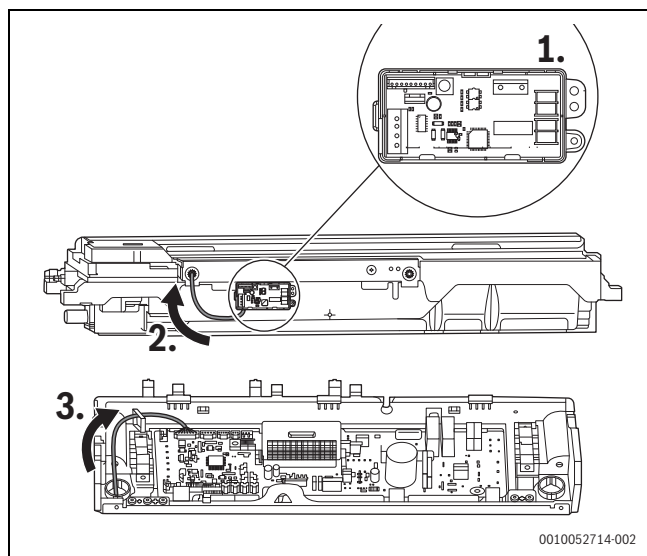

Fig. 3
3. Asegurar el kit de comunicación utilizando 10 tornillos ST3.9, y enroscar el cable de conexión a través del taladro de baja tensión al extremo CN18 ampliado correspondiente de la placa principal (fig. 3).